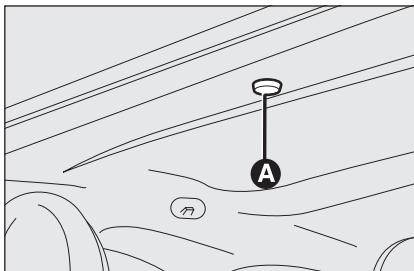

fig. 42
- ☐ rimuovere il tappo di protezione **A-fig. 42** ubicato sul rivestimento interno, posteriormente alla tendina parasole;